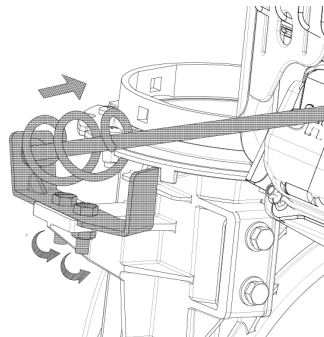

Рисунок 56
2. Снова затяните гайки. См. рисунок 56.